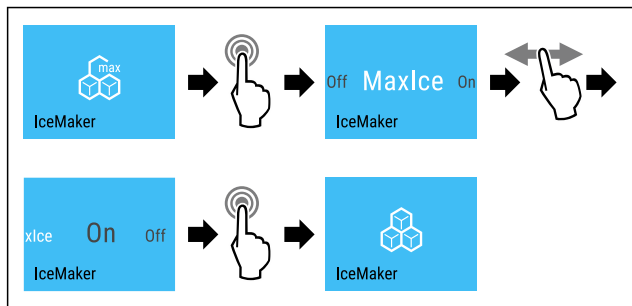

Fig. 22
- ▶ Eseguire i passaggi (vedere Fig. 22).